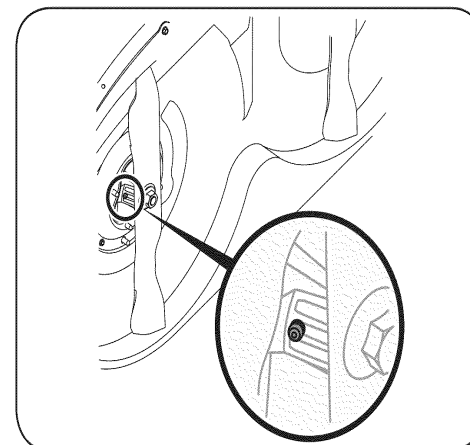

Рис. 27
2. Чтобы опустить деку, ослабьте (резьба внешняя) контрящую гайку, которая находится на переднем кронштейне подвески. См. Рис. 27.